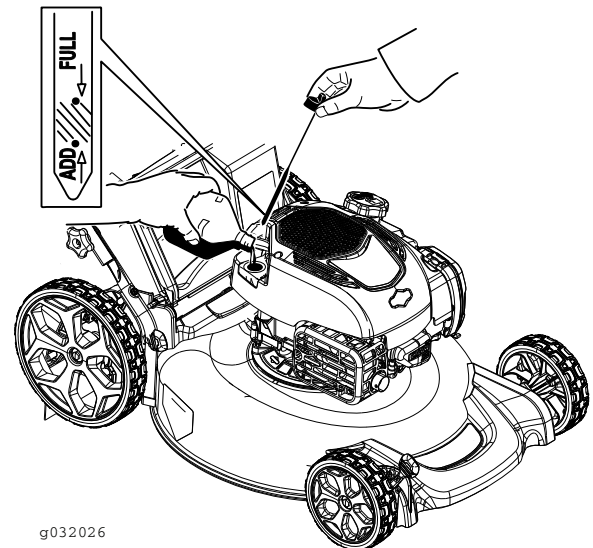

Figura 12
2. Retire a vareta do óleo (Figura 12).
5. Retire a vareta e verifique o nível de óleo; consulte a Figura 12.